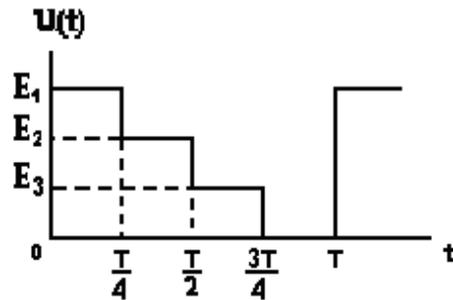

Рис. 33
6.1. Используя данные табл. 19, из временной диаграммы рис. 33 определите аналитическое выражение временной зависимости $u(t)$ на интервале одного периода колебаний. Рассчитайте коэффициенты ряда Фурье и постройте график спектра амплитуд для первых пяти гармоник.